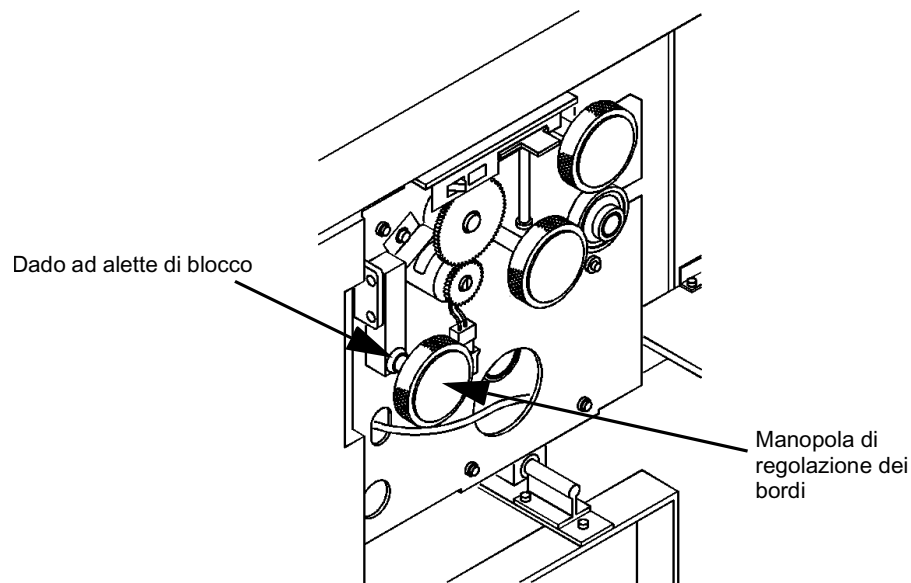

Figura 2-6: Regolazione dei bordi
- 11 Allentare il dado ad alette di blocco, come illustrato nella Figura 2-6.
- 12 Usare la manopola di regolazione dei bordi per spostamenti minimi (da 1/8 a 1/4 di giro), come illustrato nella Figura 2-6. Controllare dopo ogni regolazione fino a quando le perforazioni non sono centrate.